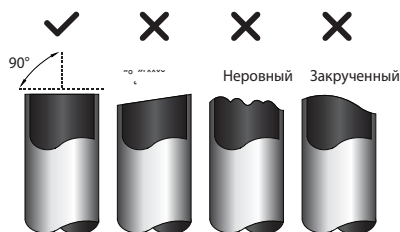

Рис. 5.1
3. Обеспечьте отрезание трубы строго под углом 90°. Примеры некорректно выполненной обрезки см. на **рис. 5.1**.